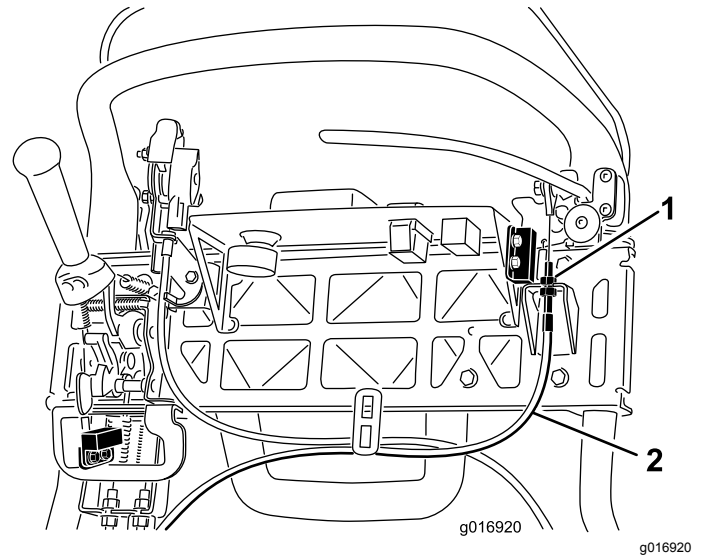

Bild 44
3. Lösen Sie zum Erhöhen der Kabelspannung die obere Kabelklemmmutter und ziehen die untere an (**Bild 44**), bis eine Kraft von 156 N zum Lösen des Feststellbremsriegels auf den Bremshebel aufgebracht werden muss. Stellen Sie die Bremse nicht zu fest ein, da das Bremsband sonst schleifen könnte.